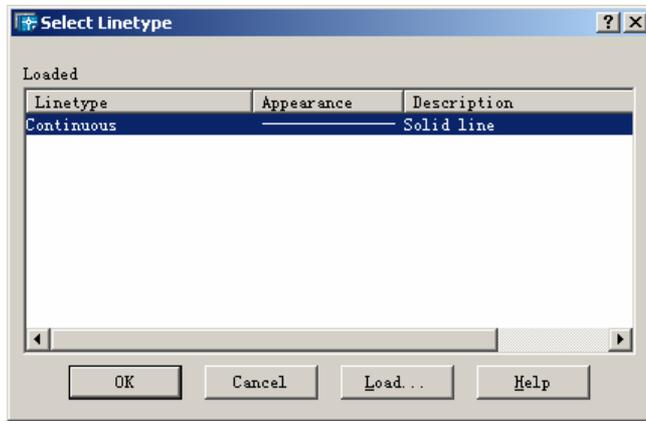

图 7-18 Select Linetype 对话框
6) Linetype 显示对应图层的线型。用户可以利用该选项控制图层的线型。单击该图层的线型名，弹出如图 7-18 所示的 Select Linetype（线型选择）对话框，用户可利用该对话框进行线型设置。